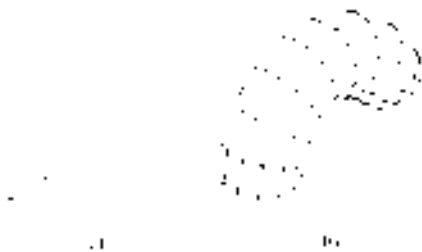

图 10-50 沿圆弧曲线路径拉伸圆
2) 路径 (P): 以现有的图形对象作为拉伸创建三维建模对象。图 10-50 所示为沿圆弧曲线路径拉伸圆的结果。